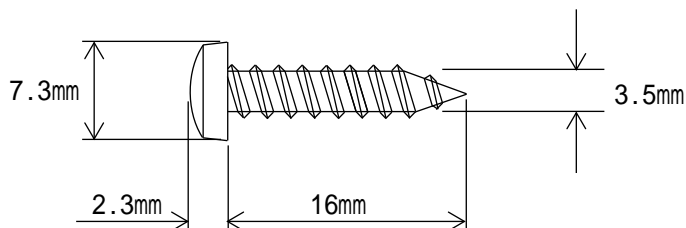

図 3-8 タッピングネジの寸法図
- 十字穴付(+) A バインドタッピングネジ × 4個 (図 3-8 参照。お客様にてご準備ください)